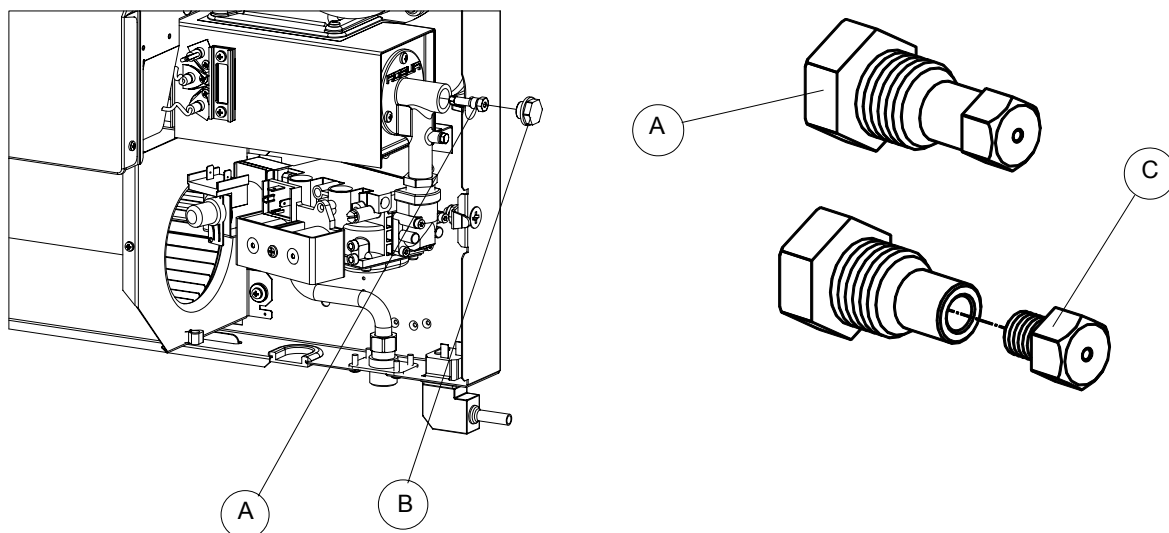

Figura 23 – Particolare gruppo bruciatore e particolare portaugello e ugello calibrato
3. Con una chiave n.19 svitare il tappo B (vedi Figura 23).
4. Con una chiave a tubo n.10 introdotta nell'apertura, svitare il portaugello A (vedi Figura 23).
5. Svitare dal portaugello A l'ugello calibrato C e sostituirlo (vedi Figura 23).